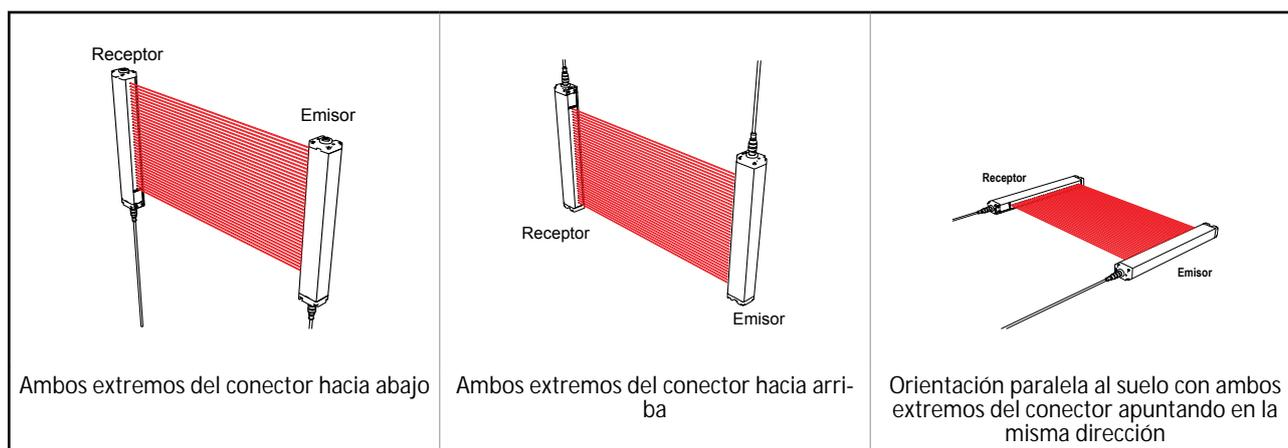

Imagen 12: Ejemplos de Correcta Orientación de Emisor/Receptor
Importante: Los extremos del conector de ambos sensores deben apuntar en la misma dirección (vea Imagen 12 página 20). Montar los soportes de forma suelta en la superficie deseada utilizando los tornillos y tuercas M5 suministrados, o el hardware suministrado por el usuario. Los soportes pueden colocarse de cara hacia adentro o hacia afuera, según se desee.
3. Coloque el emisor y el receptor en sus soportes, como se muestra en Imagen 12 página 20. Fije ligeramente la placa de soporte frontal al soporte, en cada extremo.
Importante: Los extremos del conector de ambos sensores deben apuntar en la misma dirección (vea Imagen 12 página 20).